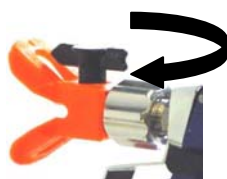

Figura 20 - Limpieza boquilla de producto (versión boquilla autolimpiante)
- b) Versión con boquilla autolimpiante (FIGURA 20). En caso de obstrucción de la boquilla, girar 180° la boquilla de producto y dar un golpe de gatillo para desatascar. Volver a girar.